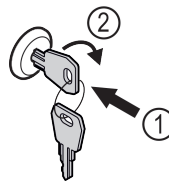

Fig. 96
- ▶ Dugja be a kulcsot Fig. 96 (1).
- ▶ Forgassa el a kulcsot 90°-kal az óramutató járásával megegyező irányba Fig. 96 (2).